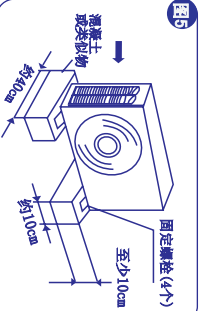

图5
- 有结实的基座（混凝土做成的10X40cm²的板或类似物）。离地不低于10cm，避免室外机因潮湿或可能被腐蚀而损坏，减少寿命（图5）。